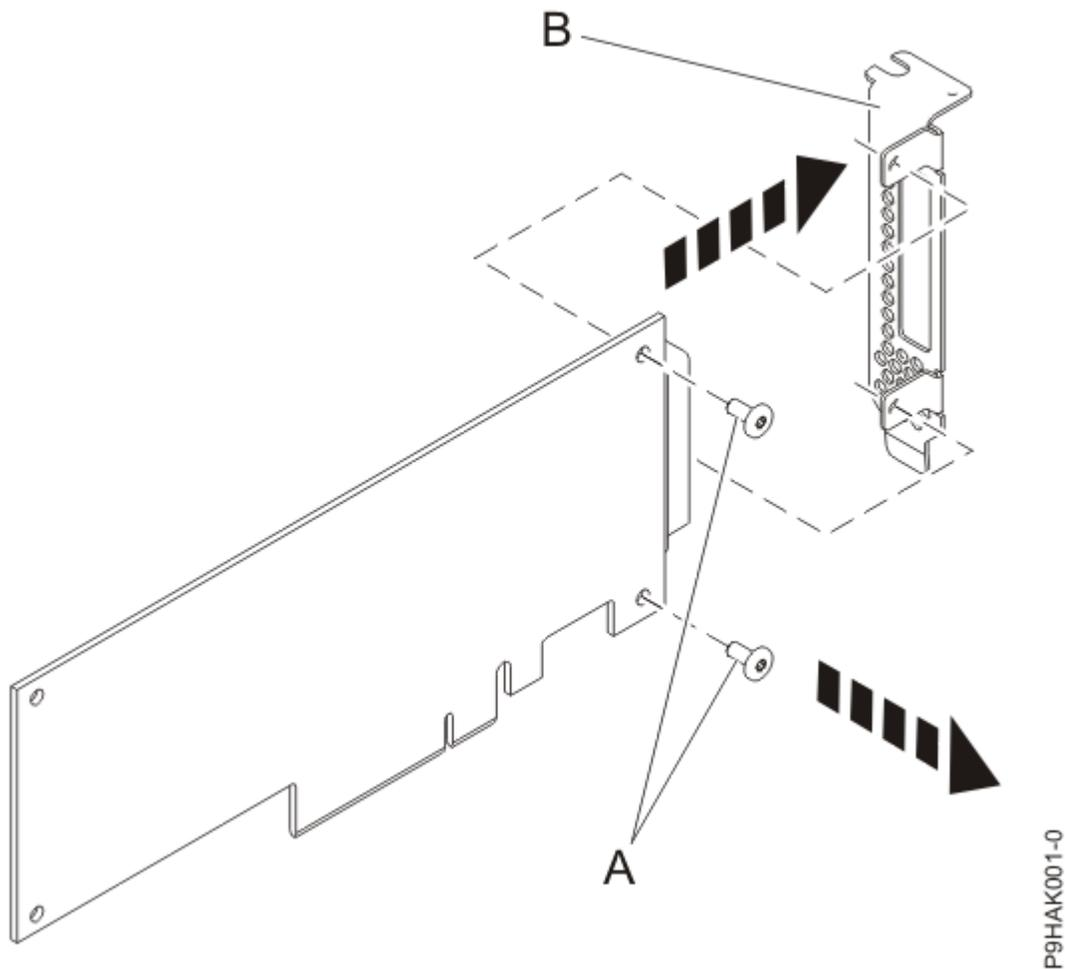

Abbildung 36. Kurzen Haltesteg aus einem Adapter ausbauen
2. Entfernen Sie mit einem Kreuzschlitz-Schraubendreher die beiden Schrauben **(A)**, mit denen der Haltesteg **(B)** am Adapter befestigt ist, wie in Abbildung 36 auf Seite 55 dargestellt.